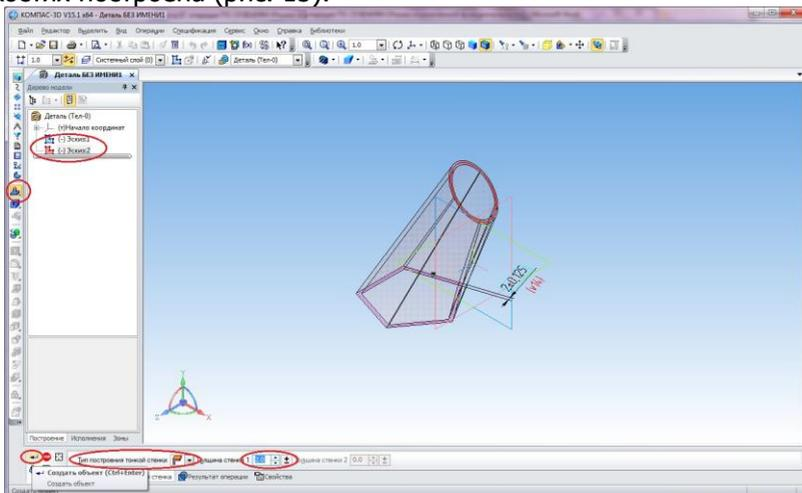
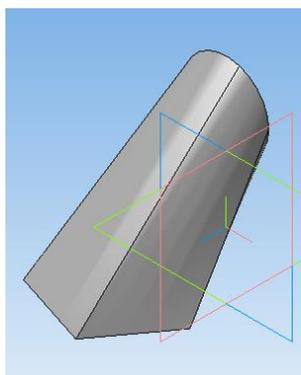

Рис. 14.
Рис.15.
Создадим трехмерную модель (рис. 15) с помощью операции По сечениям по двум эскизам, расположенным в двух взаимно перпендикулярных плоскостях. Это тоже смещенные одна относительно другой плоскости, только они расположены не параллельно друг другу, а под углом  $90^{\circ}$ .
5. Нажмите кнопку  Операция по сечениям. Установите параметры операции и выберите объекты, поочередно указав в окне Дерево модели эскизы-сечения Эскиз: 1 и Эскиз: 2 (в нашем случае порядок соединения эскизов не имеет значения). На закладке Тонкая стенка установите: тип построения стенки – Средняя плоскость, толщину стенки – 2 мм. Появится фантом модели операции по сечениям (рис.14). Нажмите кнопку Создать объект для завершения работы с операцией. Модель по двум сечениям-эскизам, расположенным в двух взаимно перпендикулярных плоскостях построена (рис. 15).